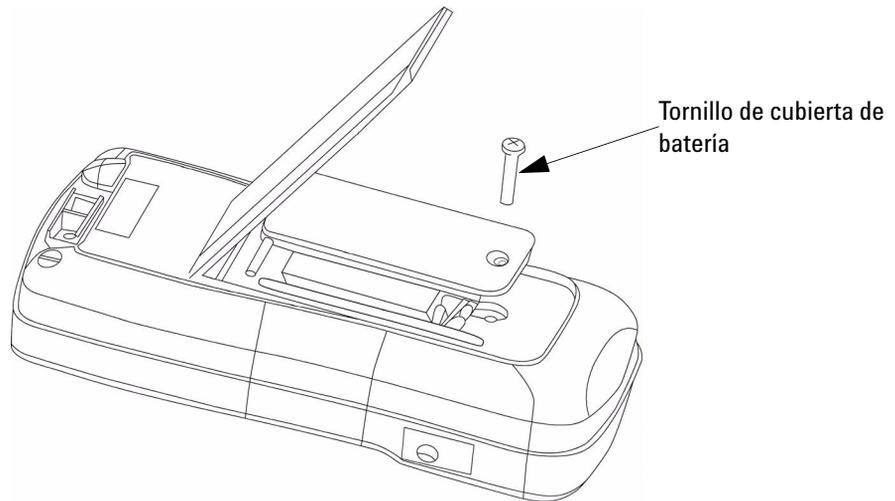

Figura 3-1 Reemplazo de la batería
- 1 Afloje los tornillos con un destornillador adecuado y extraiga la cubierta de la batería tal como se muestra en la Figura 3-1
- 1 Afloje los tornillos con un destornillador adecuado y extraiga la cubierta de la batería tal como se muestra en la Figura 3-1.